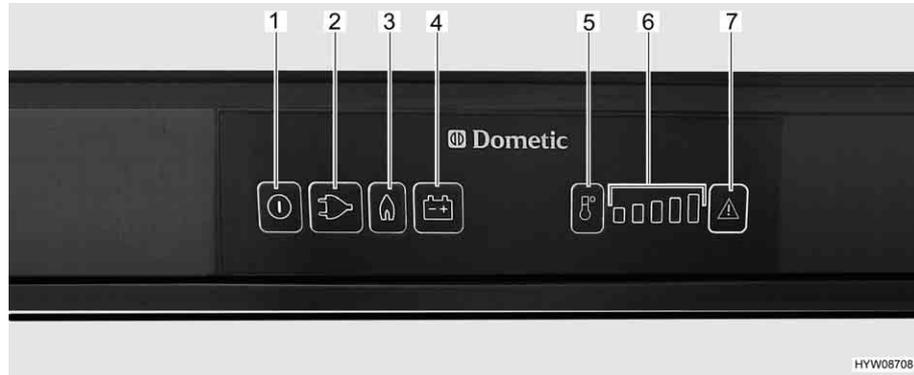

Fig. 165 Elementos de mando para el frigorífico (Dometic de la serie 8 con SMSE)
- Pulsar la tecla On/Off (Fig. 165,1) por aprox. 2 segundos. El frigorífico se conectará. Se iluminará la tecla modo de funcionamiento seleccionado más recientemente.
- En caso necesario, pulsar la tecla para el modo de funcionamiento "Gas" (Fig. 165,3). La tecla se iluminará. El suministro de gas está abierto. El encendido se realiza automáticamente. Se oye un sonido de tic-tac hasta que el proceso de encendido se haya llevado a cabo con éxito.
- Ajustar la temperatura de refrigeración con la tecla de selección de nivel de temperatura (Fig. 165,5).
- En caso necesario, pulsar la tecla de modo de funcionamiento "230 V" (Fig. 165,2). La tecla se iluminará.
- En caso necesario, pulsar la tecla de modo de funcionamiento "12 V" (Fig. 165,4). La tecla se iluminará.